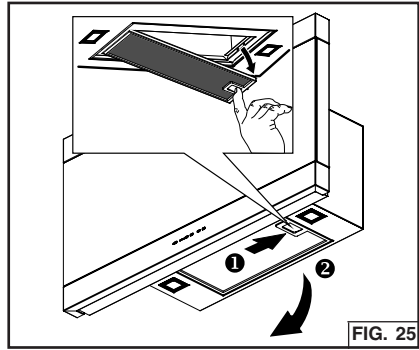

FIG. 25
1. Pour retirer le filtre à GRAISSE, enfoncez la languette de blocage pour dégager le filtre de la hotte. Inclinez le filtre vers le bas et retirez-le. Fig. 25.
2. Pour installer le filtre à GRAISSE, alignez les languettes arrière du filtre avec les fentes de la hotte. Poussez sur la languette de blocage et enfoncez le filtre à sa position, puis relâchez. Au terme de l'installation, assurez-vous que le filtre est bien engagé. Fig. 25.
1. Retirez le filtre à graisse. Fig. 25.